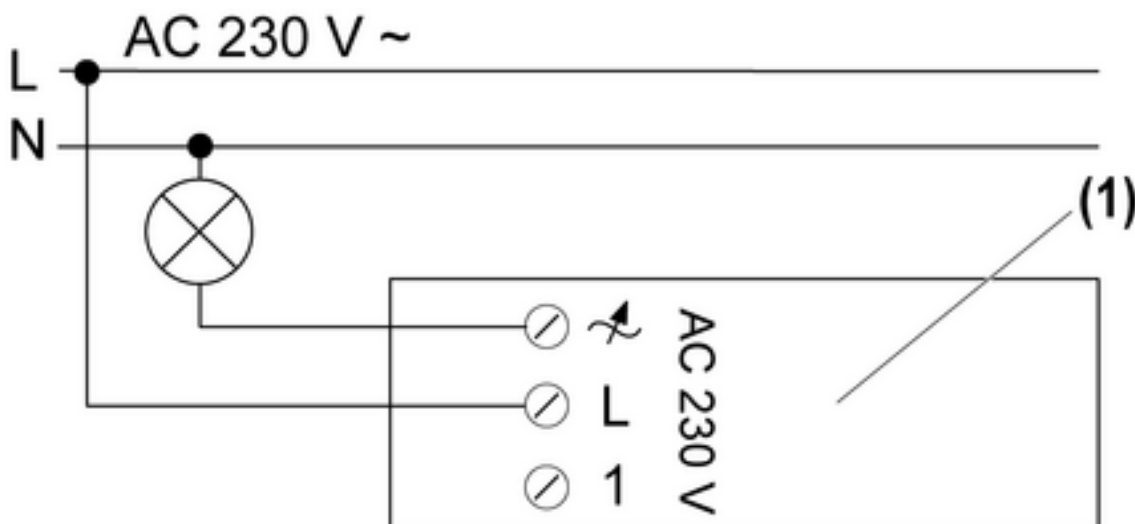
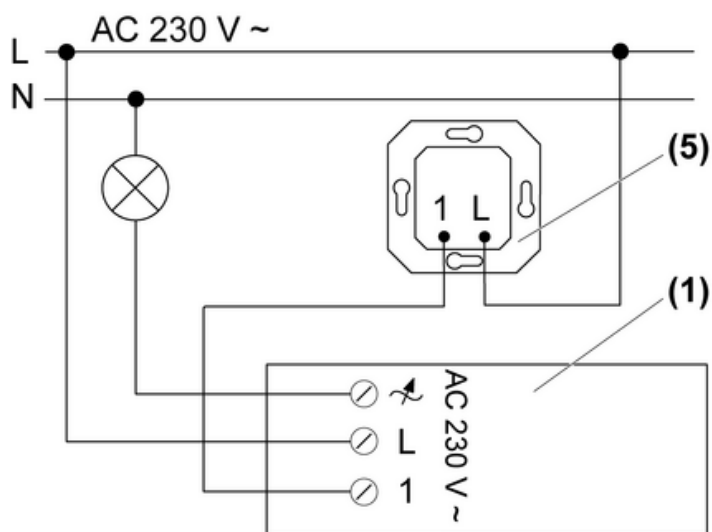
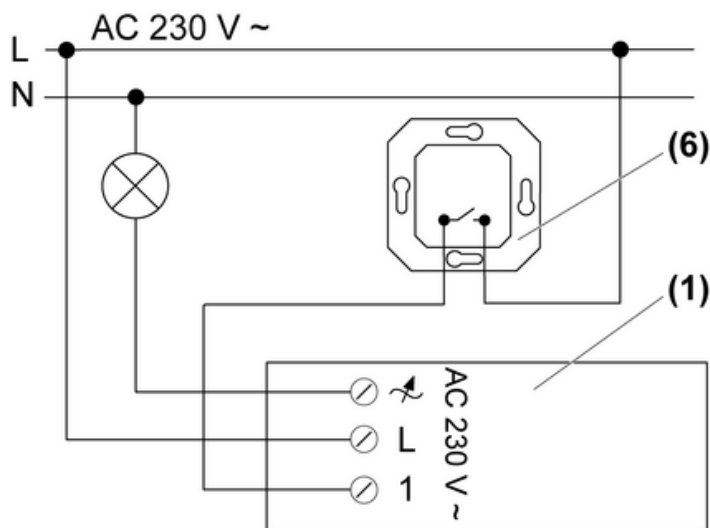

Bild 3: Anschlussplan Dimmer
Bild 4: Anschlussplan Dimmer mit Nebenstelle 2-Draht
Bild 5: Anschlussplan Dimmer mit Installationstaster
(6) Installationstaster
- Dimmer gemäß entsprechendem Anschlussplan (Bild 3), (Bild 4) oder (Bild 5) anschließen.